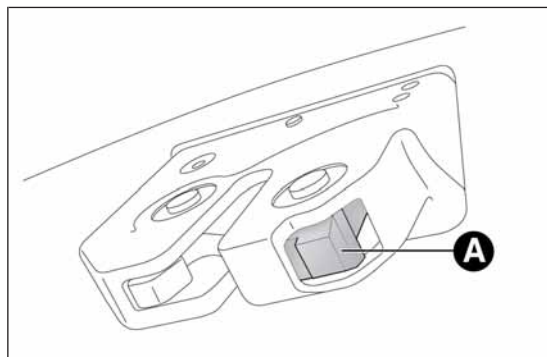

fig. 62
- ❑ premi sulla levetta A fig. 62.